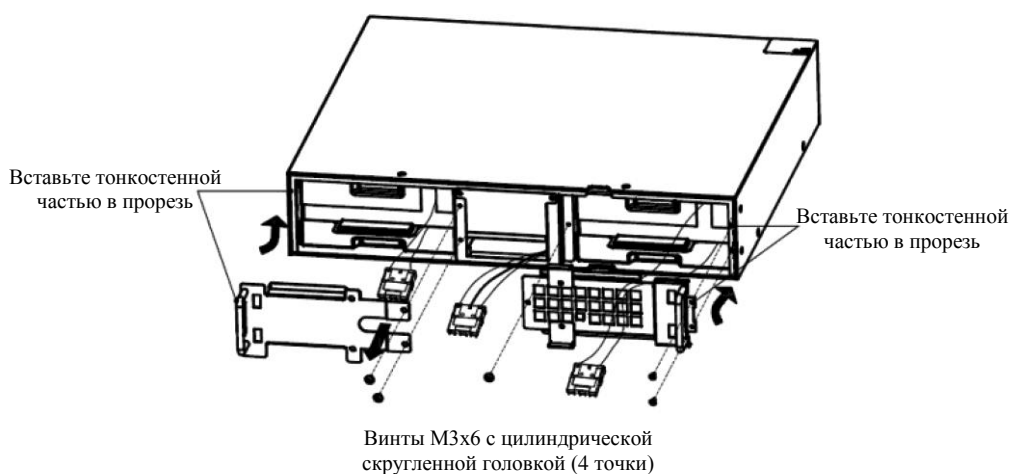

Рис. 28 Установка нового комплекта аккумуляторных батарей
5. Держась за середину нового комплекта аккумуляторных батарей, вставьте его в отсек. После установки нового комплекта аккумуляторных батарей необходимо убедиться в том, что он полностью попал на полозья шасси, как это показано на рис. 28.